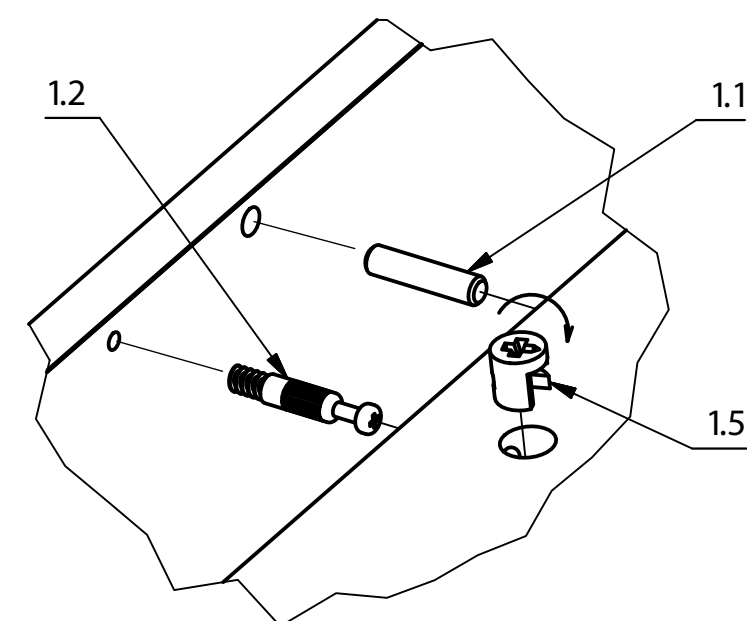

Рис.4 (соединение на шкант и ст. ямку)
1. Положит е деталь 3 на продольную заднюю кромку. Присоединит е к ней детали 7, 8 и 6. К деталям 7, 8 присоединит е детали 4 Рис.4.